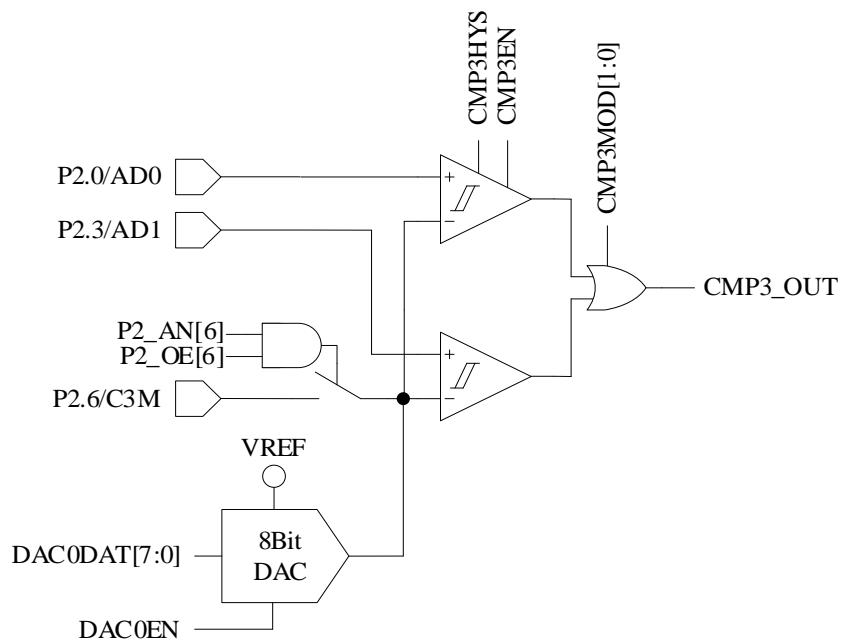

图 29-3 双比较器输入模式
- 配置  $CMP\_CR1[CMP3MOD] = 01$ ，CMP3 为双比较器输入模式，具体输入输出端口及接法如图 29-3 所示